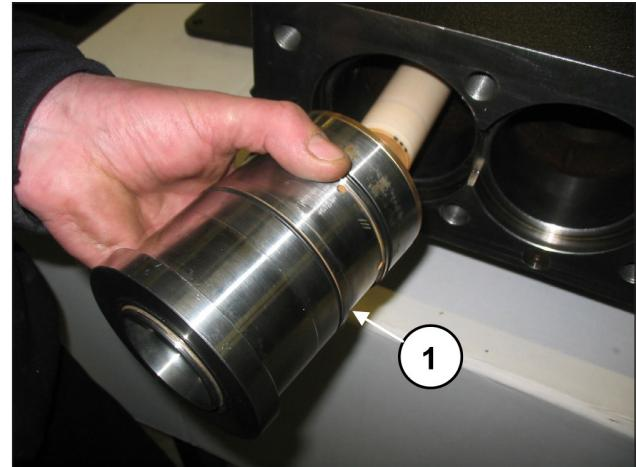

Fig. 159
Insérer l'ensemble chemise-support de joint (muni des deux joints toriques appropriés), préalablement assemblé, jusqu'en butée (rep. ①, Fig. 159).